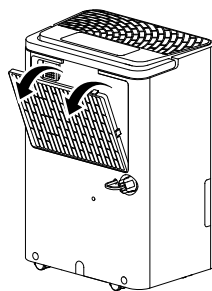

Рис. 5
7. Чистка фильтра (Рис. 5). Достаньте фильтр, промойте его в мыльной воде, прополощите в чистой воде, высушите и вставьте на место. В среднем, необходимо проводить чистку фильтров не реже чем раз в две недели при постоянном использовании. Иначе производительность прибора может снизиться.